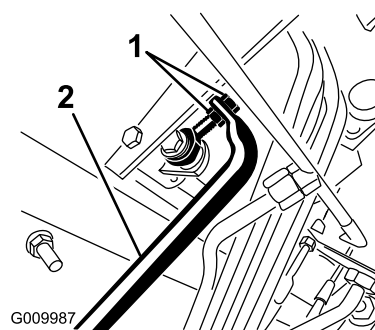

Figure 47
4. Réglez les écrous de blocage à l'extrémité de la tige de la pompe pour avancer le tube de commande et éliminer le déplacement en marche avant ou le reculer et éliminer le déplacement en marche arrière (**Figure 47**).